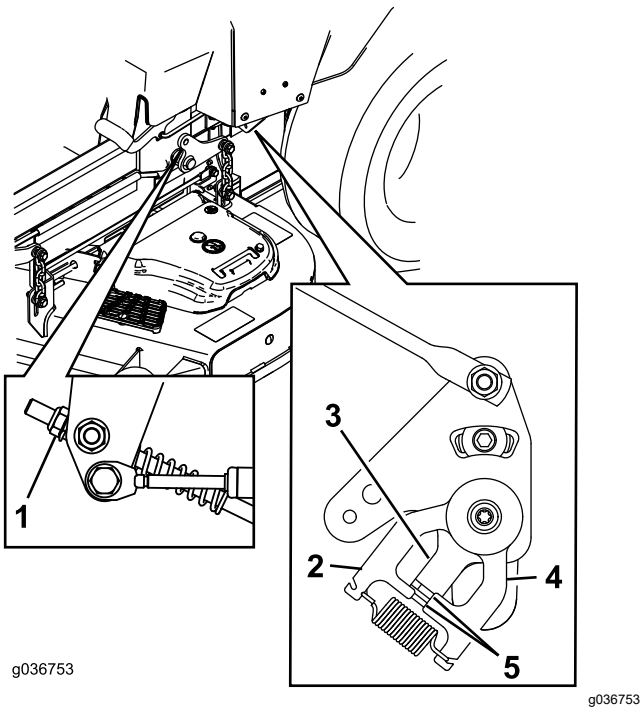

Figure 90
11. Réglez la longueur des tiges de pompes en tournant l'écrou dans le sens voulu jusqu'à ce que les roues tournent légèrement en marche arrière (Figure 89 et Figure 90).